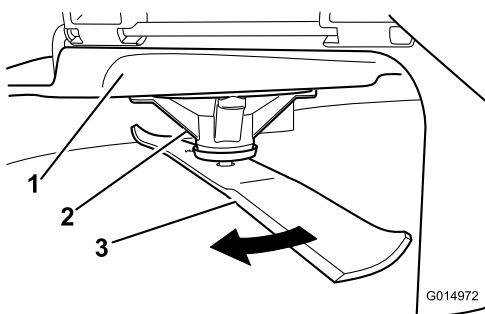

Figura 72
2. Indossando guanti dalla spessa imbottitura o altre protezioni idonee per le mani, ruotate lentamente la lama in una posizione che consenta di misurare la distanza tra il bordo di taglio e la superficie piana su cui si trova la macchina (Figura 72).